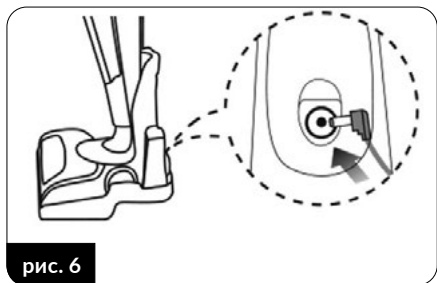

рис. 6
1. Подсоедините кабель зарядного устройства (17) к разъему зарядного устройства (20) на док-станции (рис. 6).